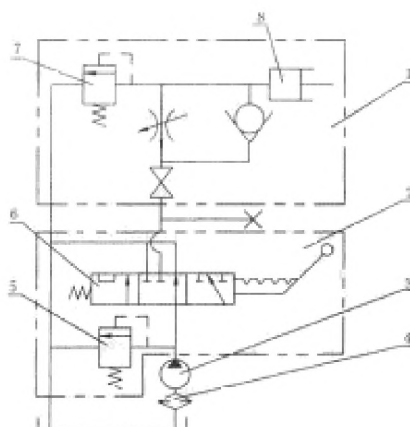

Рисунок 4-25. Схема маслопровода гидравлической системы (для золотникового клапана).
Гидравлическая система трактора серии ТУ представляет собой масляную петлю с открытым центром (смотрите рисунок 4-25, 4-26). Так же она состоит из отдельных полу-подъемников (1) (состоит из цилиндра и распределителя), масляного насоса (3), масляного фильтра (4), масляных трубок и т.д. Масляный насос установлен на правой задней поверхности камеры шестерни и приводится в движение двигателями напрямую. Один конец входной трубки соединен с выходным отверстием масляного насоса, другой конец соединен с входным отверстием распределителя (2). Распределитель соединен с правой частью подъемника. Главный контрольный клапан поделен на золотниковый клапан и поворотный клапан. Оба типа подъемников могут быть зафиксированы на коробке передач болтами.